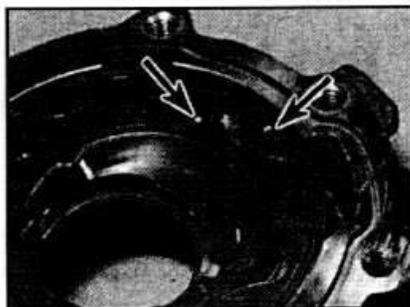

Рис. 2В.52. Метки установки на внутреннем и внешнем роторах.
- Используя специальный инструмент Форд № 21-096 снимите переднее уплотнительное кольцо коленчатого вала (см. рис. 2В.53).